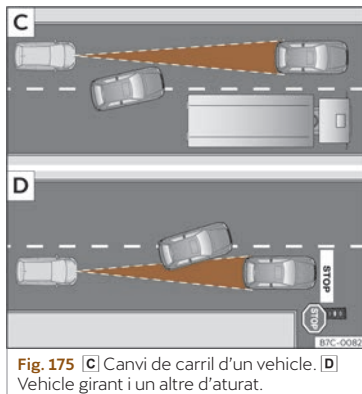

Fig. 175 [C] Canvi de carril d'un vehicle. [D] Vehicle girant i un altre d'aturat.
- Vehicles que canviïn al carril pel qual esteu circulant i a poca distància del vostre vehicle » **fig. 175** [C].
Podria ser que l'ACC no reaccionés davant de vehicles aturats. Si un vehicle detectat per l'ACC gira o s'aparta i davant seu hi ha un vehicle aturat, l'ACC no reaccionarà a la seva presència»» fig. 175 [D].